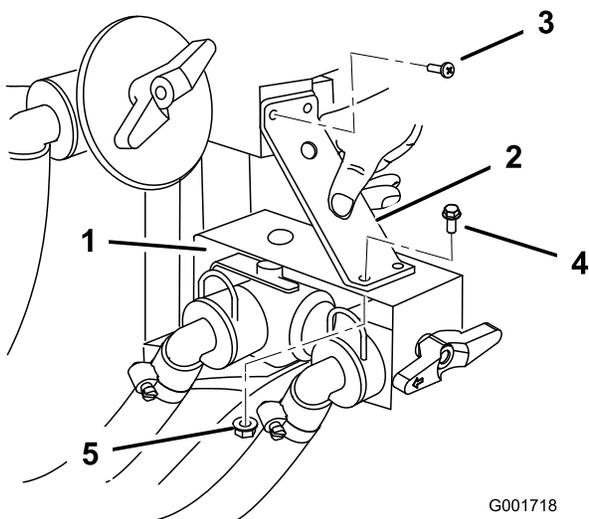

Bild 12
- Bringen Sie die Stützhalterung über der Halterung des Regelventils an. Befestigen Sie den oberen Teil der Stützhalterung mit den zwei vorhandenen Schrauben, mit denen der obere T-Anschluss befestigt ist (Bild 12). Befestigen Sie den unteren Teil